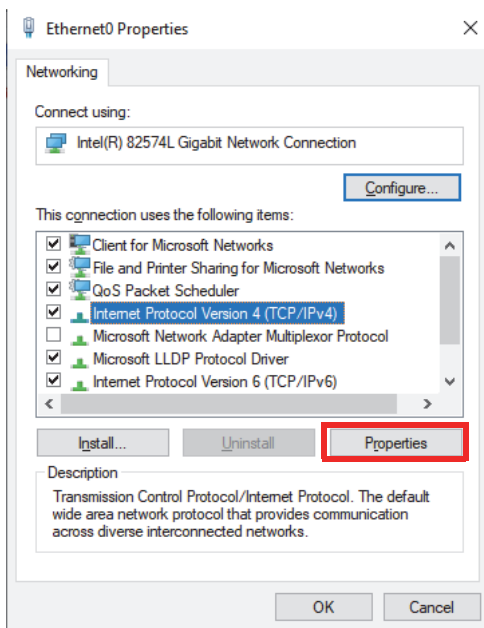

图 7-1 以太网属性对话框
- b) 双击**TCP/IPv4**设置（第74页的图 7-1）。
- e) 为了获得优化性能, 并避免数据丢失, 请在同一网卡的**Properties** (属性) 中, 点击**Configure** (配置) (参见第74页的图 7-1), 然后进到**Advanced** (高级) 选项卡。